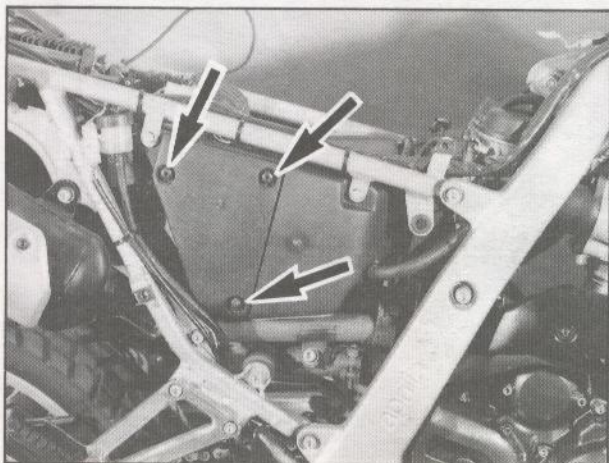

Fig. 39
- Svitare le tre viti sul coperchio cassa filtro (Fig. 39).
- Unscrew the three screws on the filter case cover (Fig. 39).